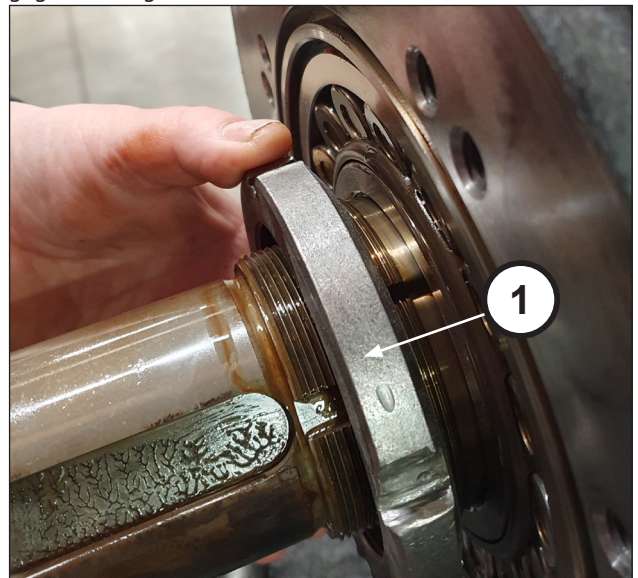
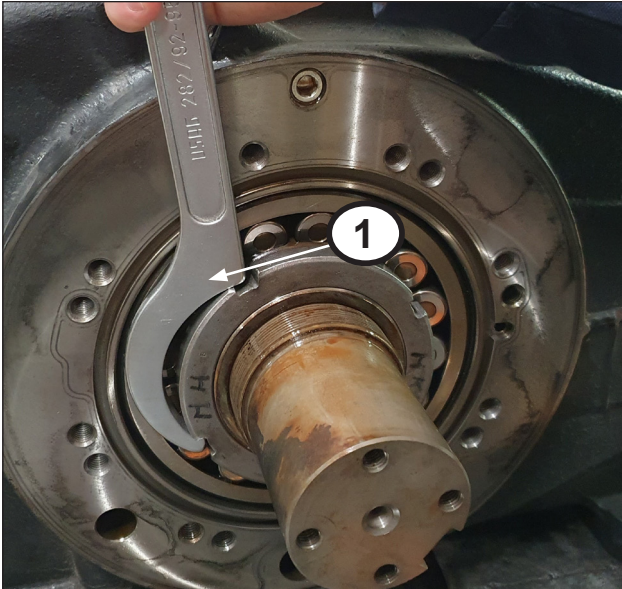

Abb. 25
Abb. 26
Drehen Sie eine Nutmutter Typ SKF KM 16 auf die Druckbuchse (Pos. ①, Abb. 25) und lockern Sie dann mit einem geeigneten Schlüssel die Buchse (Pos. ①, Abb. 26), ohne sie jedoch herauszuziehen. Wiederholen Sie dieselben Arbeitsschritte auf der gegenüberliegenden Seite der Welle (Abb. 27 – Abb. 28).